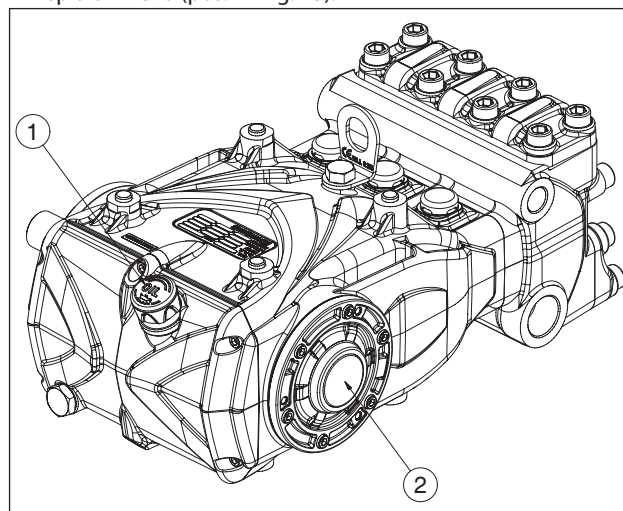

Fig. 13
- L'olio nel carter pompa sia a livello verificandolo con l'apposita asta (pos. ① Fig. 13) ed eccezionalmente con la spia di livello (pos. ② Fig. 13).